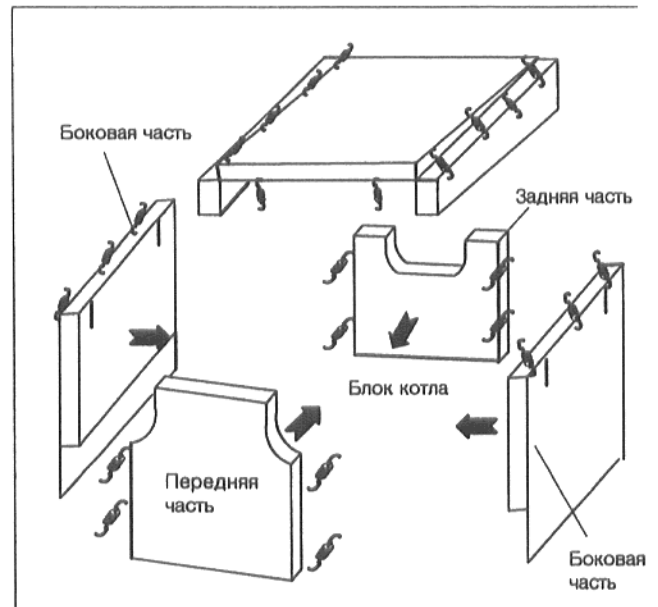

Рис. 28
- Прижать боковые части теплоизоляции блока котла (прямоугольная теплоизоляция с прорезями) к боковым сторонам блока котла и прикрепить посредством крепежных пружин к боковым частям теплоизоляции коллектора отходящего газа (рис. 28/28а).
- Вставить боковые части теплоизоляции под инспекционную крышку горелки и прикрепить посредством трех пружин, вставив их в предусмотренные на инспекционной крышке отверстия (рис. 28а)
- Прижать теплоизоляцию передней части к передней части котла блока и прикрепить посредством крепежных пружин к соответствующей примыкающей теплоизоляции (рис. 28/28а). Прикрепить также теплоизоляцию внизу.
Рис. 28 а
● Установить теплоизоляцию труб (рис. 28б).
Рис. 28б: Теплоизоляция труб